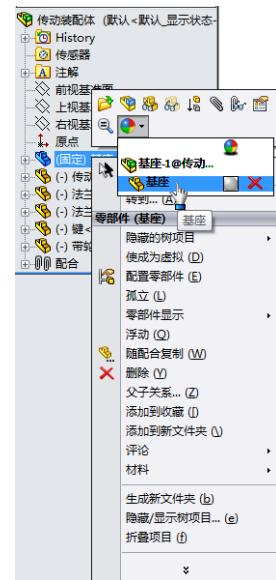

图 5-39 设置透明度快捷菜单
1. 执行命令。右键单击“FeatureManager 设计树”中的文件名称“基座<1>”，或者右键单击视图中的基座 1，系统弹出如图 5-39 所示的快捷菜单，在“零部件（基座）”一栏中选择“外观” 选项。